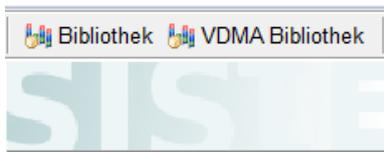

Abbildung 6: Schaltfläche „Bibliothek“ in der Werkzeugleiste des Hauptfensters
- die Schaltfläche „Bibliothek“ in der Werkzeugleiste (Abbildung 6)